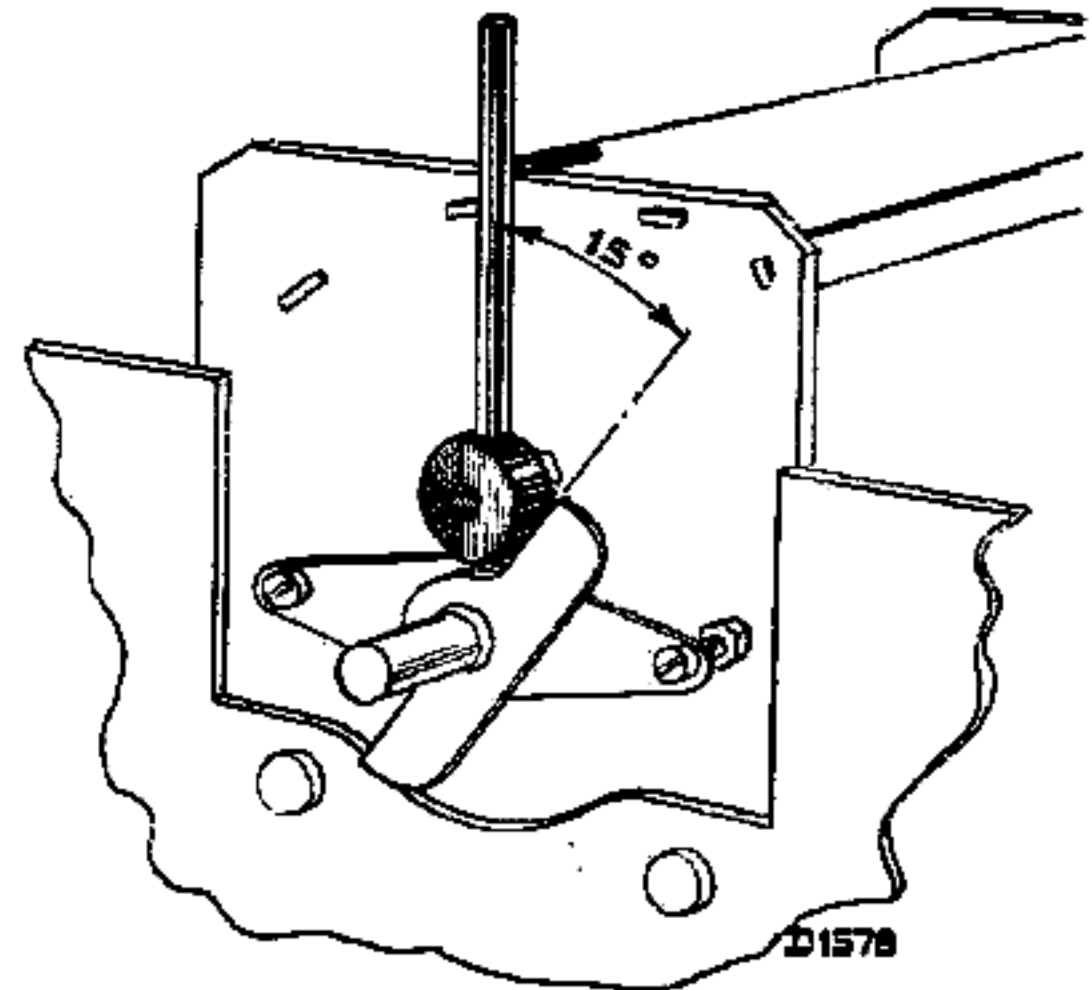

Fig. 5
4. 15° mal aanbrengen (zie fig. 5).